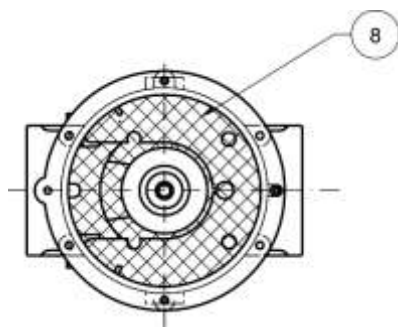

Рис. 9
Проверить состояние затвора (5) и, при необходимости, заменить манжету затвора (6). Прочистить, продуть или, при необходимости, заменить фильтрующий элемент (8) (правильное положение фильтрующего элемента см. на рис. 9 и 10). Собрать клапан, выполняя обратную последовательность действий.